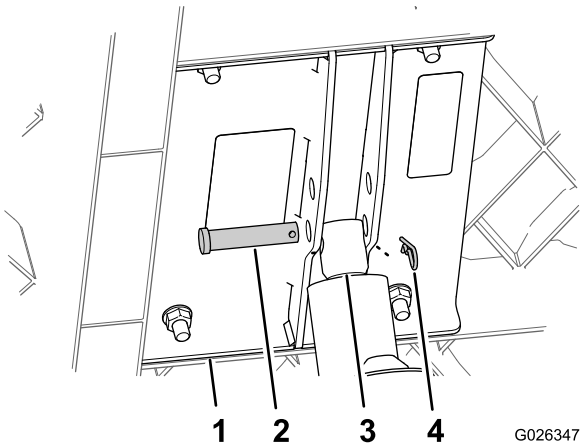

Figura 7
- 5. Retire la chaveta y el pasador de la horquilla del soporte de elevación (Figura 7).
- 6. Separe la varilla del actuador de la caja de carga de los soportes de elevación (Figura 7).